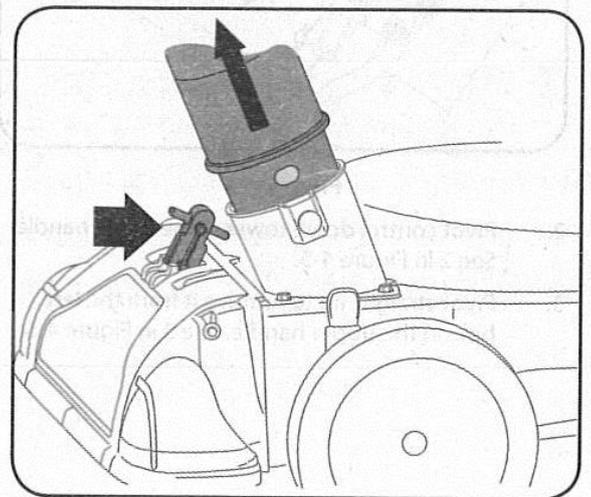

図.7-4
- ノズルの上に付いているノズル/ホース切換レバーを上引っ張りながら、正面から見て奥に倒し、吸引口をノズルの方にします。(図.7-4)
- ホースの差し込んであるベースアダプターのバネ付きのピンをホースアダプターの下の穴に合わせます。(図.7-4)